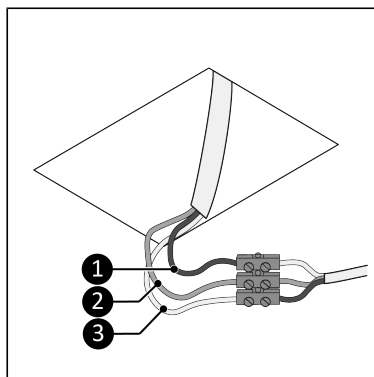

Figure 65.
- Fil marron : phase (Figure 65, pos. 1) ;
- Fil jaune et vert : terre (Figure 65, pos. 2) ;
- Fil bleu : neutre (Figure 65, pos. 3).